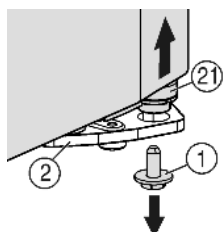
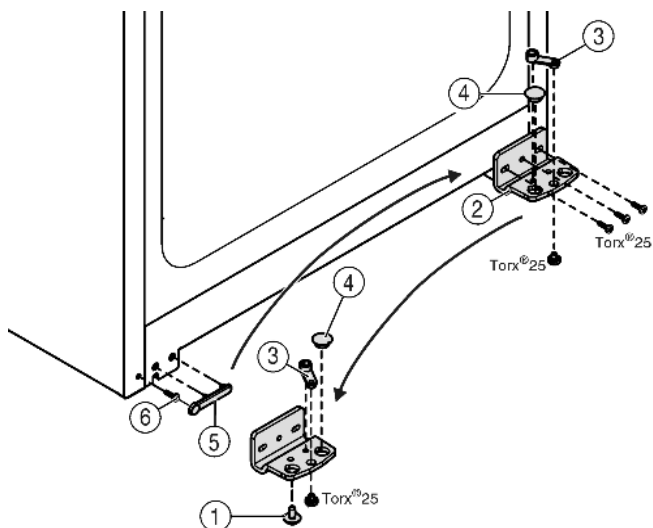

Fig. 5
Fig. 6
- Внизу справа на опорному кронштейні викрутіть фіксуючий гвинт Fig. 5 (1).
- ▷ Опорний гвинт Fig. 5 (21) можна буде вийняти з опорного кронштейна Fig. 6 (2).
- Якщо опорний гвинт Fig. 5 (21) не виймається, натисніть на нього знизу.
- Викрутіть опорну деталь Fig. 6 (2).
- Відкрутіть опорну деталь Fig. 6 (3) і вставте в протилежний отвір опорного кронштейну, знову пригвинтіть.
- Вийміть пробку Fig. 6 (4) з опорного кронштейна та переставте її в отвір на протилежному боці опорного кронштейна.
- Зніміть обережно кришку Fig. 6 (5) з боку ручки.
- Викрутіть гвинти Fig. 6 (6) і встановіть їх з протилежного боку.
- Знову вставте кришку Fig. 6 (5).
- Пригвинтіть опорний кронштейн Fig. 6 (2) на новий бік шарніра (з моментом 4 Нм). За потреби використовуйте пристрій для електричного закручування гвинтів.
- ▶ Вкрутіть фіксуючий гвинт *Fig. 5 (1)* знизу в гвинт і затягніть (з моментом 4 Нм).